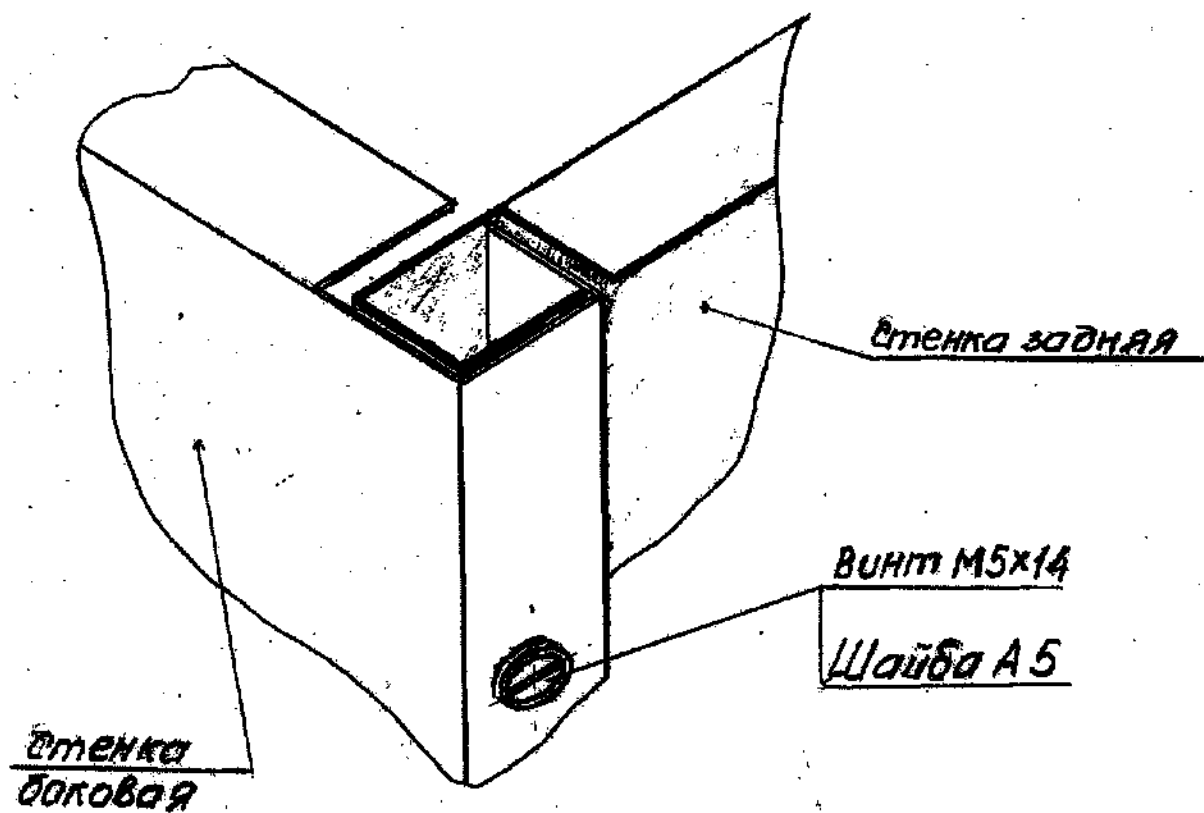

Рис. 2
3. Установите Стенку заднюю 1 на Верх шкафа 9 до совпадения отверстий с резьбовыми втулками, предварительно определив направление установки Стенки задней 1 по совпадению резьбовых втулок с соответствующими отверстиями в Стенках боковых 2 и 3, которые устанавливаются на резьбовые втулки Верха шкафа так, чтобы технологические вырезы «А» были направлены в сторону Основания 10. Зафиксируйте Стенку заднюю 1 Винтами с Шайбами из комплекта поставки (см. рис. 2).